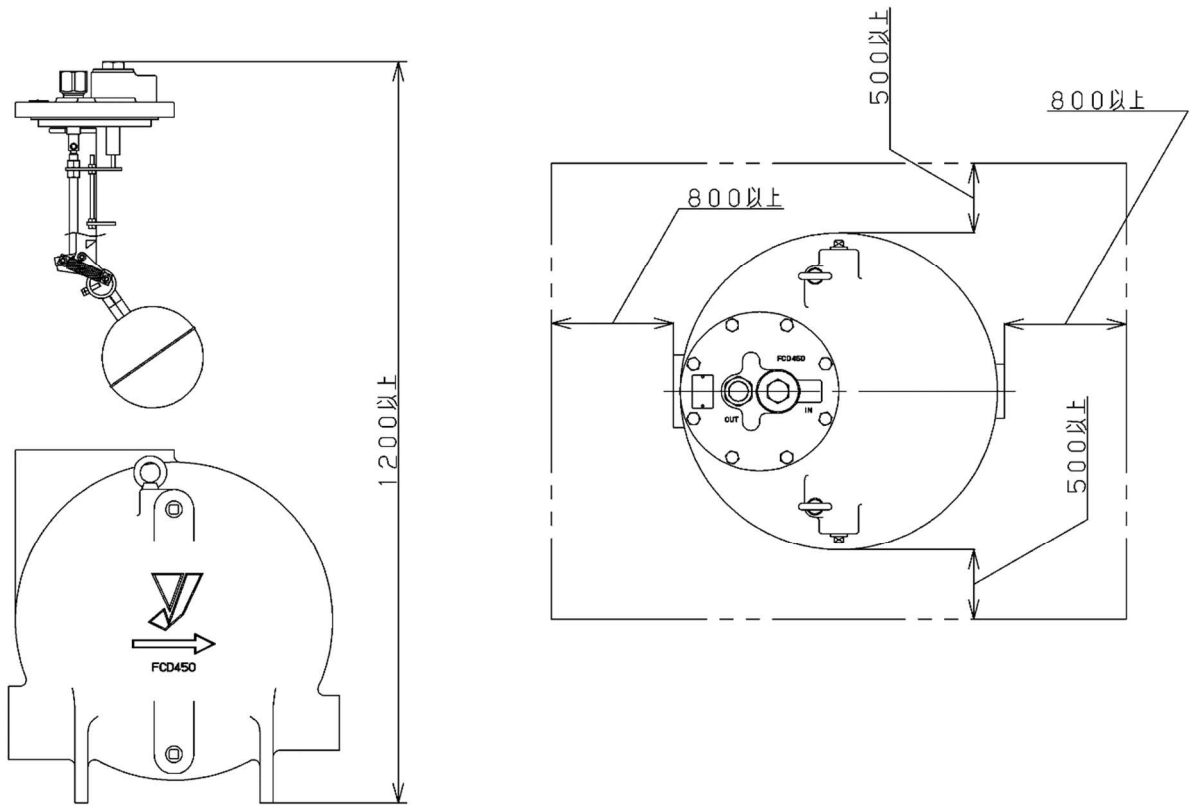

图 7：维护空间
(10) 在驱动流体为蒸汽时，请在驱动流体口配管上设置冷凝水排出用的蒸汽疏水阀。（参照配管图例 6.1）
(11) 在拆解、修理产品时，请务必空出所需的维护空间。（参照图 7）